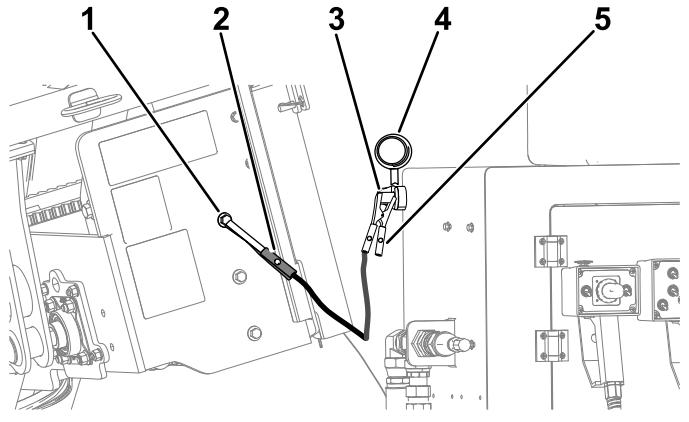

Рисунок 101
6. Снимите крышку со штыря запуска от внешнего источника (Рисунок 101).
7. Подсоедините положительный (+) соединительный кабель к положительному штырю внешнего источника (Рисунок 101).
8. Подсоедините отрицательный (-) соединительный кабель к точке заземления, такой как неокрашенный болт или деталь шасси (Рисунок 101).
10. Когда двигатель запустится, другой человек должен отсоединить отрицательный (-) соединительный кабель от рамы и затем положительный (+) соединительный кабель (Рисунок 101).